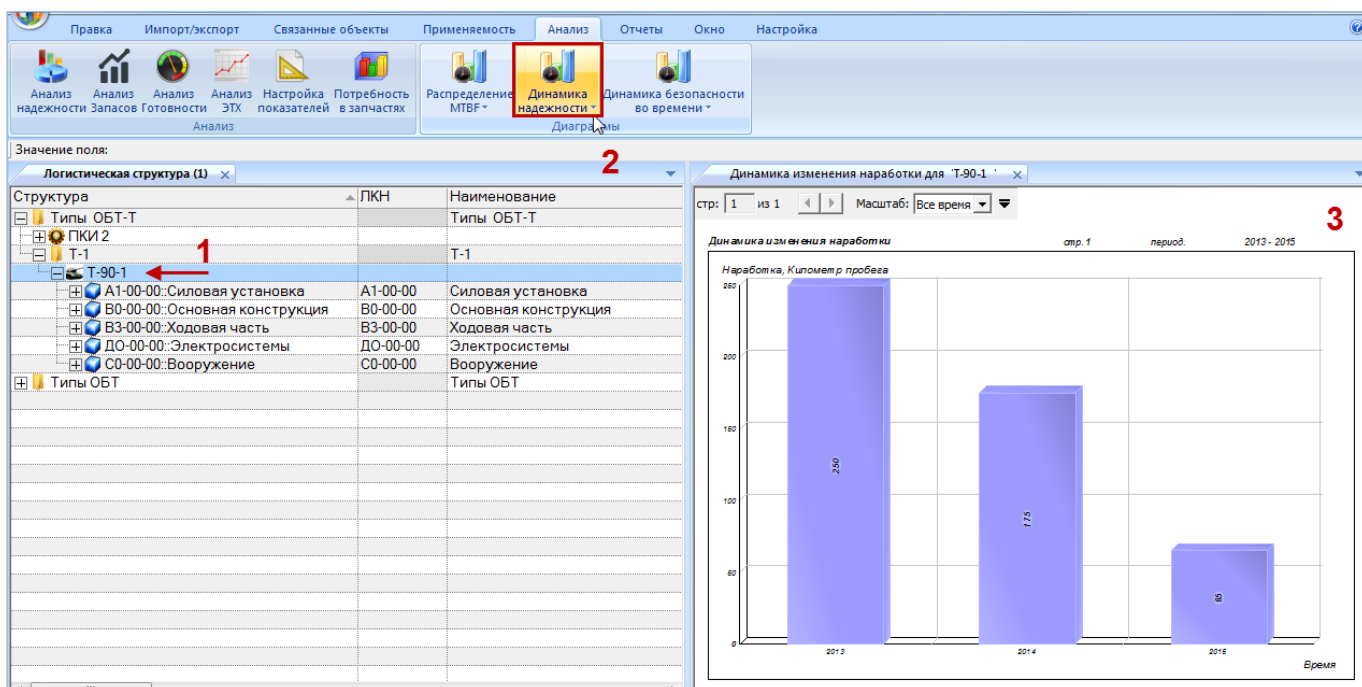

Рис. 26-63 – Построение диаграммы по надежности
- 4) В отдельном рабочем окне отображается диаграмма по надежности (3 на рис. 26-63). Краткое описание инструментов панели «Файл» для диаграмм приведено в пункте 5.4.7 «Панель «Диаграммы»», стр. 64.